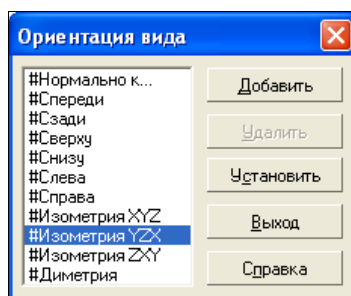

Рис. 17.2. Диалоговое окно ориентации вида
2. Из Строки меню раскройте пункт **Вид ► Ориентация**. На экране появится диалоговое окно **Ориентация вида** (рис. 17.2). В этом окне выделим пункт **Изометрия XYZ**.